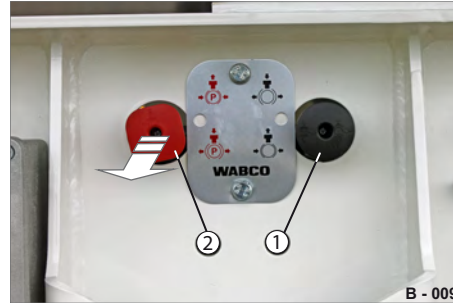

Abb. 11 Bedienkonsole: Bremsen
- ▶ Ziehen Sie die Federspeicher-Feststellbremse (Abb. 11/2). Der Anhänger ist gebremst.